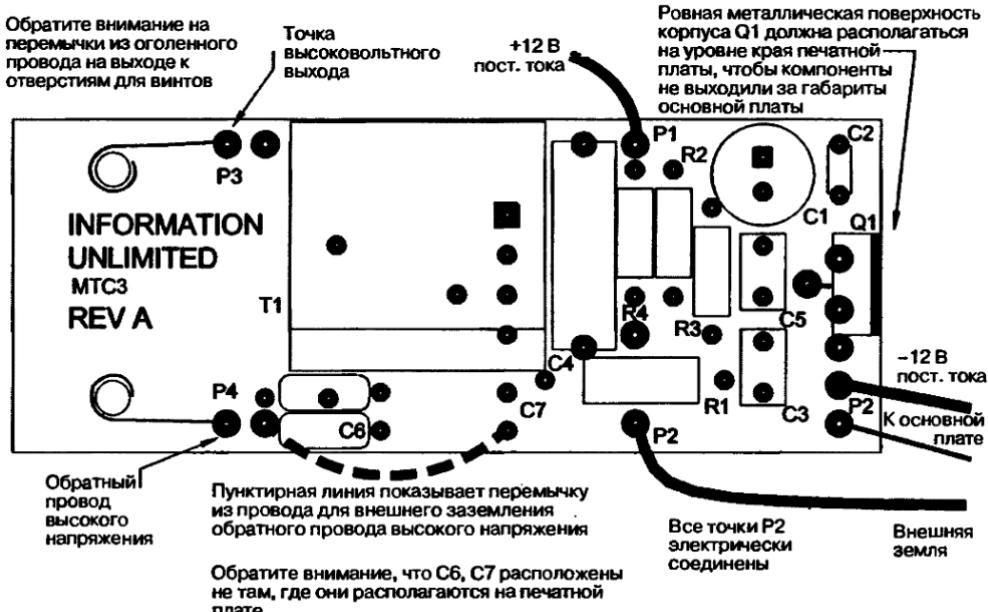

Рис. 16.3. Размещение компонентов на печатной плате PCB
2. Возьмите печатную плату PCB, как показано на рис. 16.3, или изготовьте соответствующую макетную плату с перфорацией отверстий. Размер печатной платы 8,89×3,49 см, на плате проправлена трафаретная печать с помеченными условными обозначениями компонентов, чтобы ускорить размещение компонентов на плате PCB. Обратите внимание, что транзистор Q1 должен быть установлен перпендикулярно к поверхности платы. Это важно для эффективного отвода тепла от транзистора и механической прочности.
С рис. 16.3